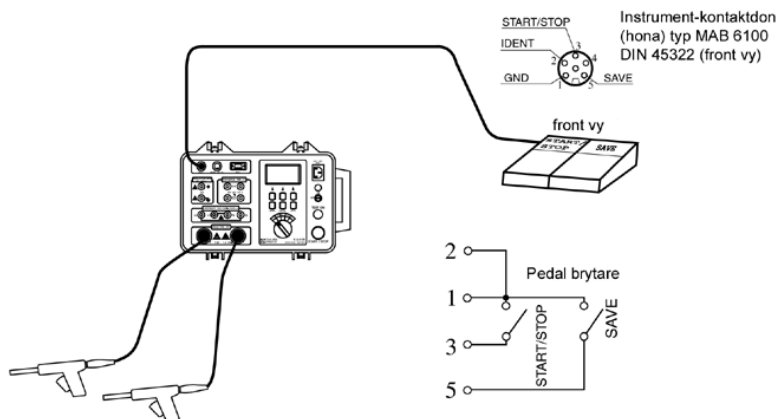

Fig.41. Anslutning av fjärrkontrollpedalen till C.A 6121 maskin testare
1. Anslut fjärrkontrollpedalen enligt fig. 41.